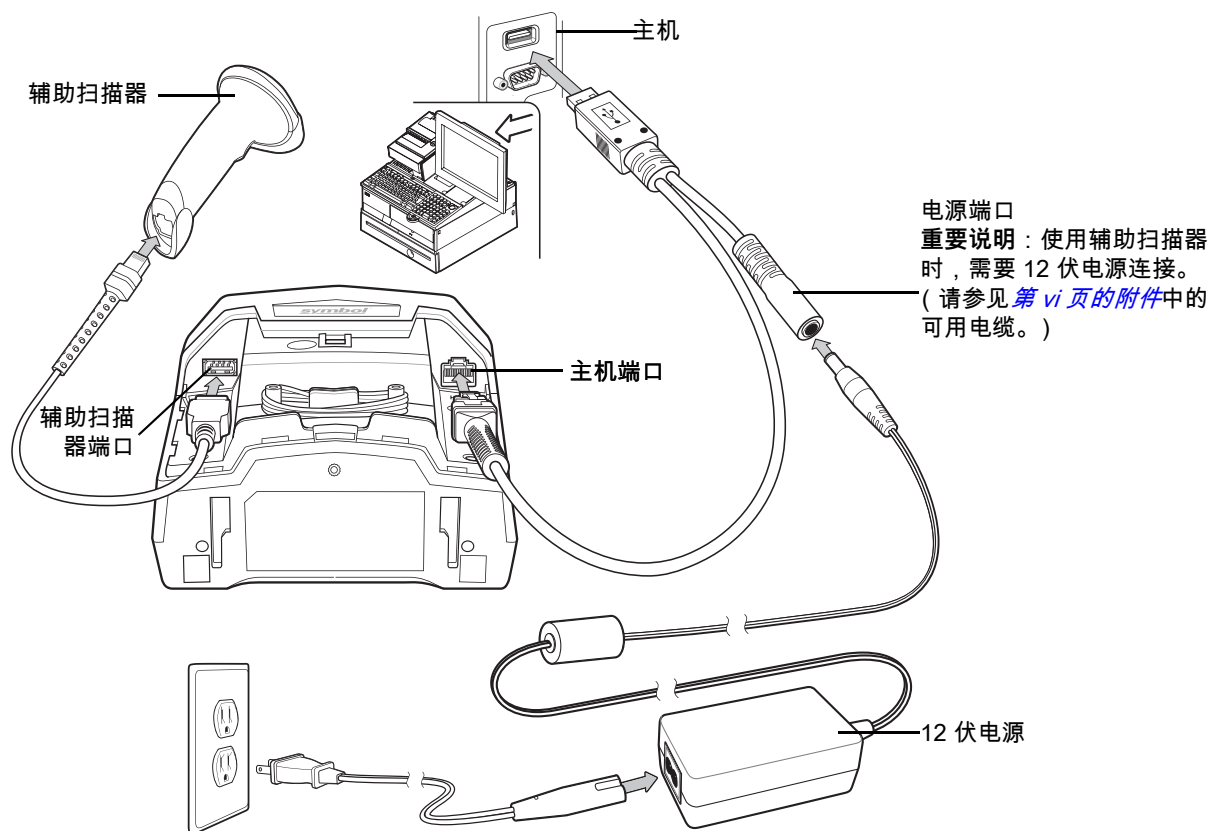

图 7-2 具有可选辅助扫描器的 USB 连接 – 外部供应 12 伏电源
- b. 将 12 伏外部电源连接到主机电缆，如图 7-2中所示，或连接 12 伏 Power Plus 主机连接器。